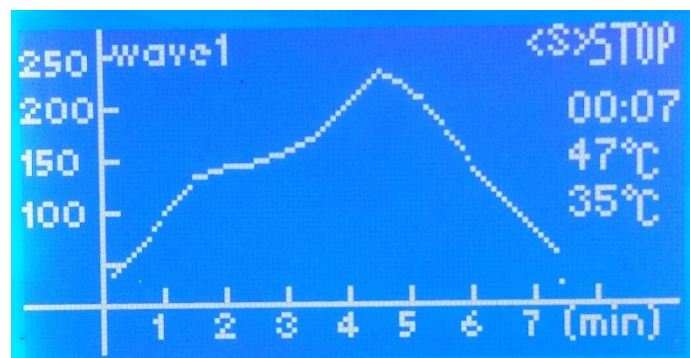

Figura 11. Inicio de la onda de temperatura.
- ✓ El botón “F1” en el menú de inicio, se utiliza para iniciar la onda de temperatura escogida. Ver Figura 11.